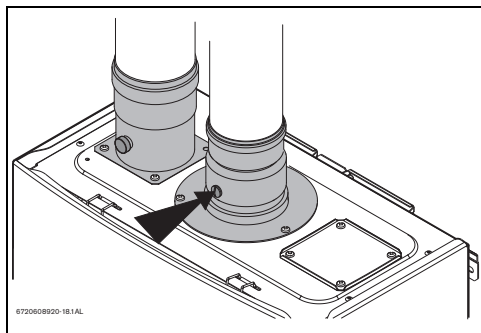

Fig. 51 Punto di misurazione
- ▶ Rimuovere la vite dell'accessorio base di scarico combusti (Fig. 51).